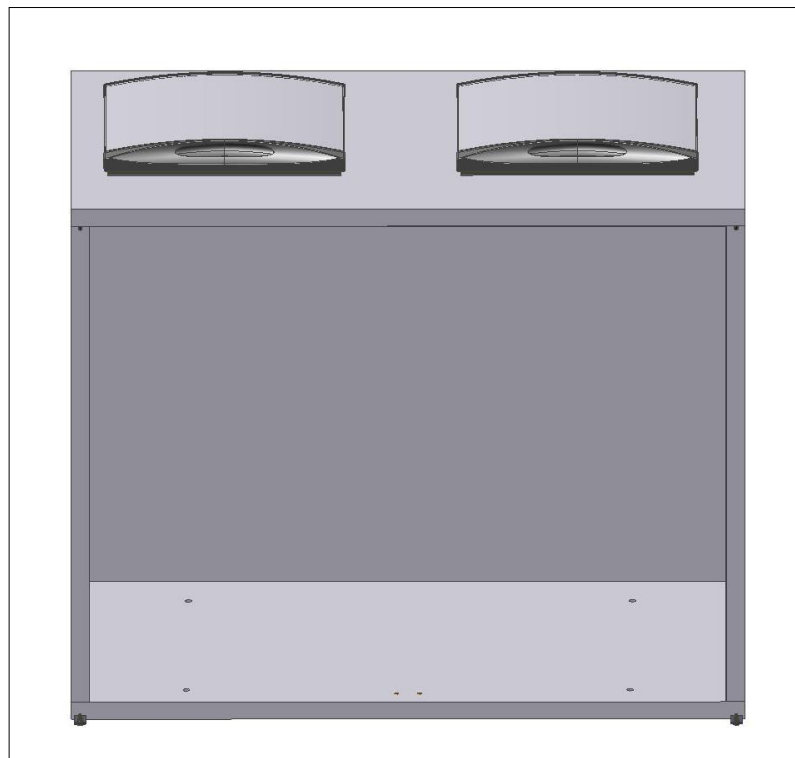

Fig. 7
- Encaixar **painel do tampo** sobre os painéis laterais e painel da costa e apertar apenas à costa (Fig.7);